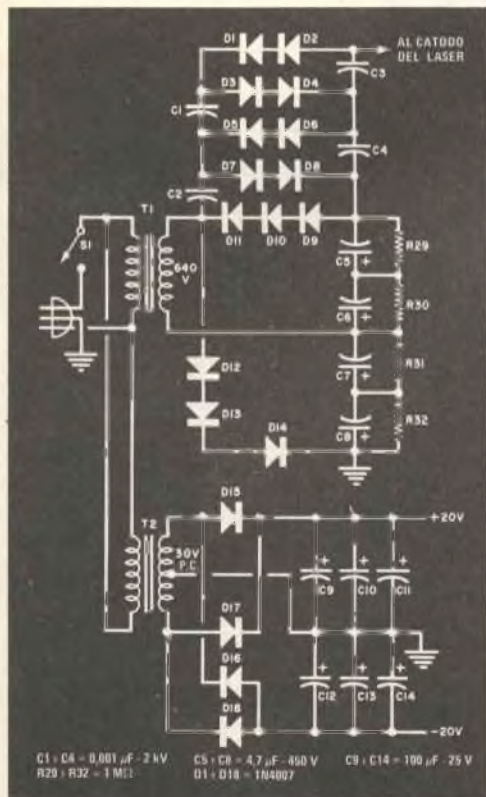

Fig. 2 - Metà dell'alimentazione ad alta tensione cade quando il laser si avvia. L'alimentazione a bassa tensione è più convenzionale.
**Circuito laser/modulatore** - Nell'alimentatore per il laser/modulatore, rappresentato schematicamente nella *fig. 2*, il trasformatore T1, i condensatori C5 ÷ C8 ed i diodi D9 ÷ D14 sono collegati in modo da formare un duplicatore di tensione, che serve come alimentazione principale ad alta tensione; questo alimentatore fornisce al tubo laser circa 1.700 V. I diodi D1 ÷ D8 ed i condensatori C1 ÷ C4 formano due altri duplicatori
**Montaggio del sistema** - Ad eccezione del tubo laser, dei jack J1 e J2, del trasformatore T1 e dell'interruttore S1, tutti i componenti della fig. 2 e della fig. 3 si montano